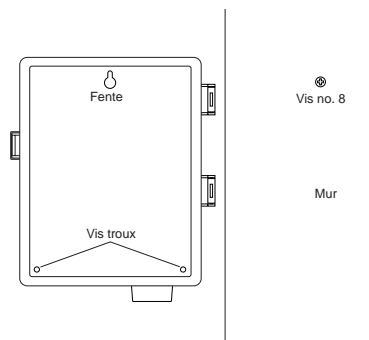

FIGURE 16: Montage du programmeur
- Posez une vis no 8 dans chacun des trous de la section inférieure du programmeur [voir la figure 16].